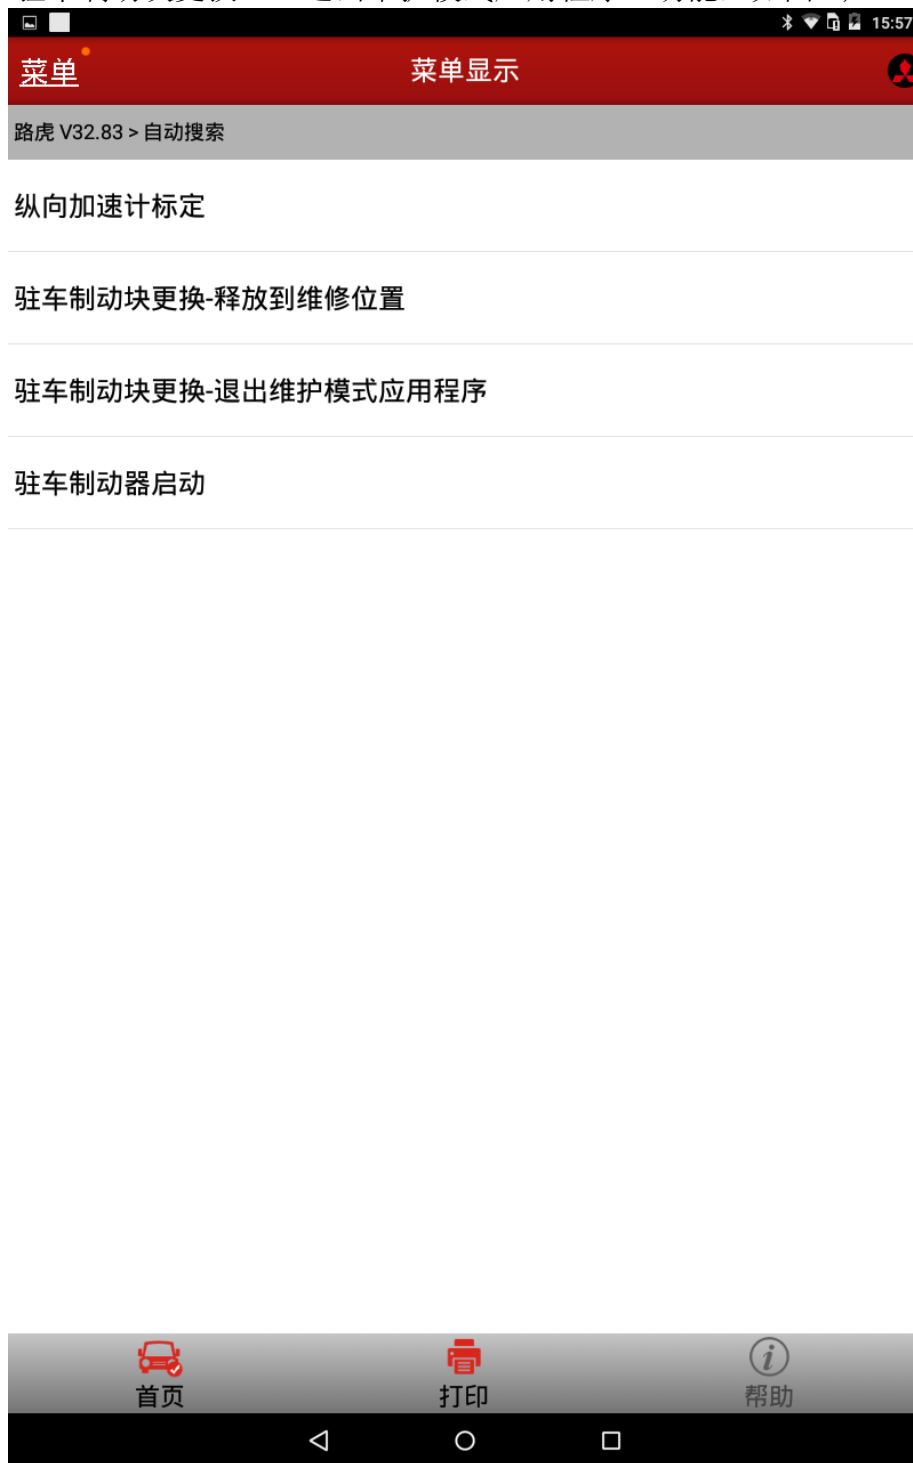

图 8
A). 选择“驻车制动块更换 - 退出维护模式应用程序”功能，如图 8；